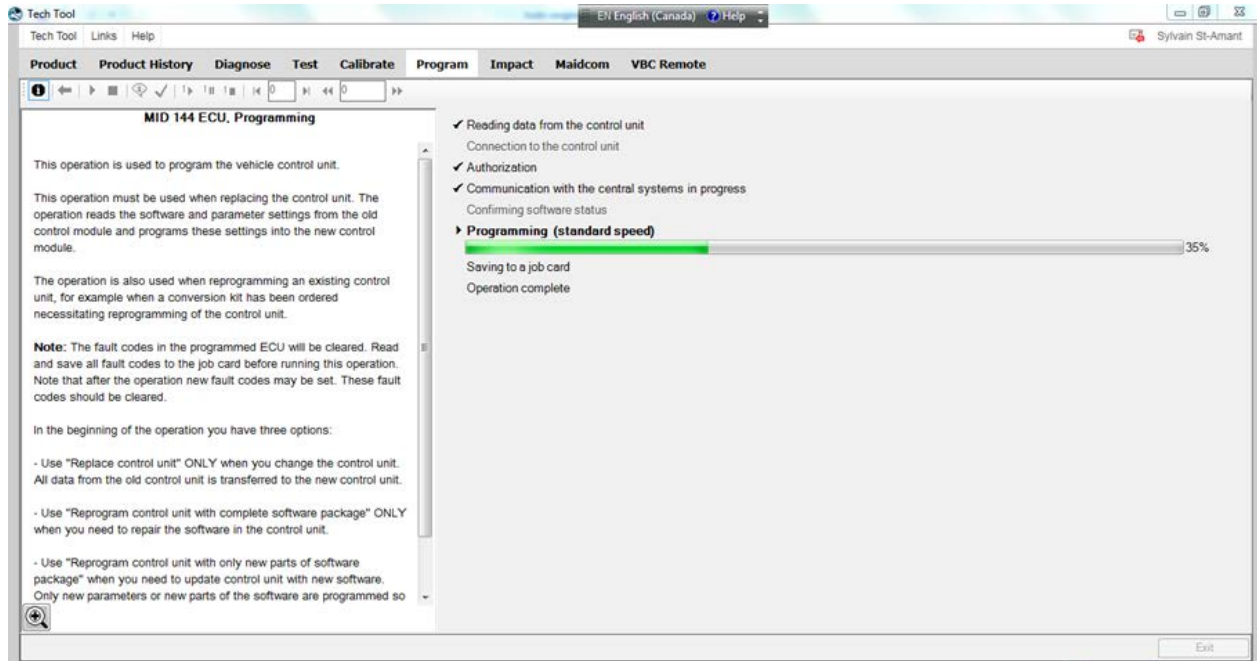
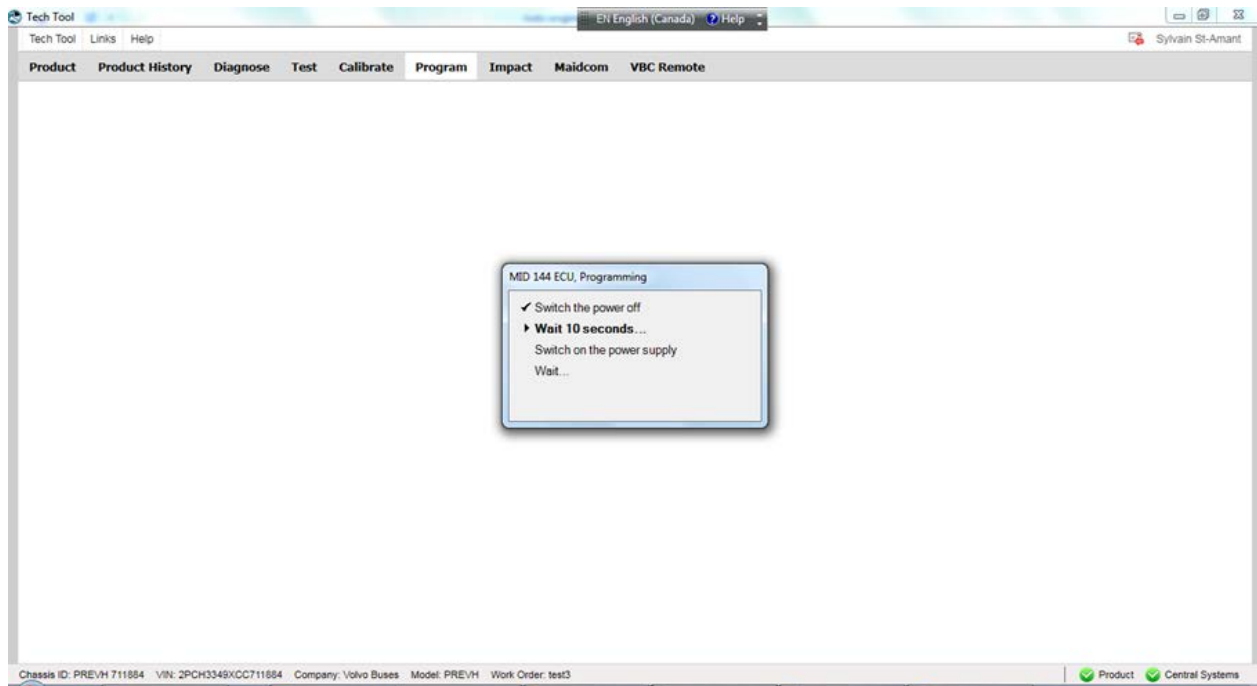

FIGURE 26
FIGURE 27
8. La programmation est en cours (FIGURE 26 & FIGURE 27).